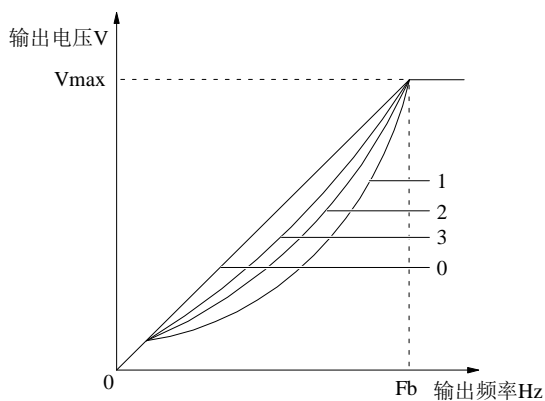

图7-9 降转矩曲线
- 2.0 次幂降转矩特性; 如图 7-9 中的曲线 1。
- 1.7 次幂降转矩特性; 如图 7-9 中的曲线 2。
- 1.2 次幂降转矩特性; 如图 7-9 中的曲线 3。
出厂默认用户自定义 V/F 是一条直线, 见图 7-9 中曲线 0。
2. 图 7-9 中 V1、V2、V3 三个设置点频率, 依次增大, 且均小于基本运行频率 (F05.10)。用户设置时应先设置 V/F 频率 3 和电压 3, 最后设置 V/F 频率 1 和电压 1。